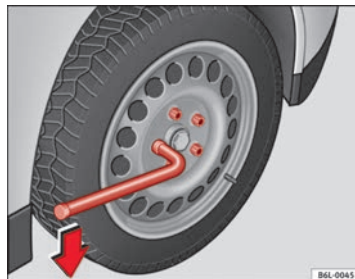

Abb. 134 Radwechsel: Radschrauben lockern
- Greifen Sie das Ende des Radschlüssels und drehen Sie die Schraube etwa eine Umdrehung nach **links** ⇒ Abb. 134.